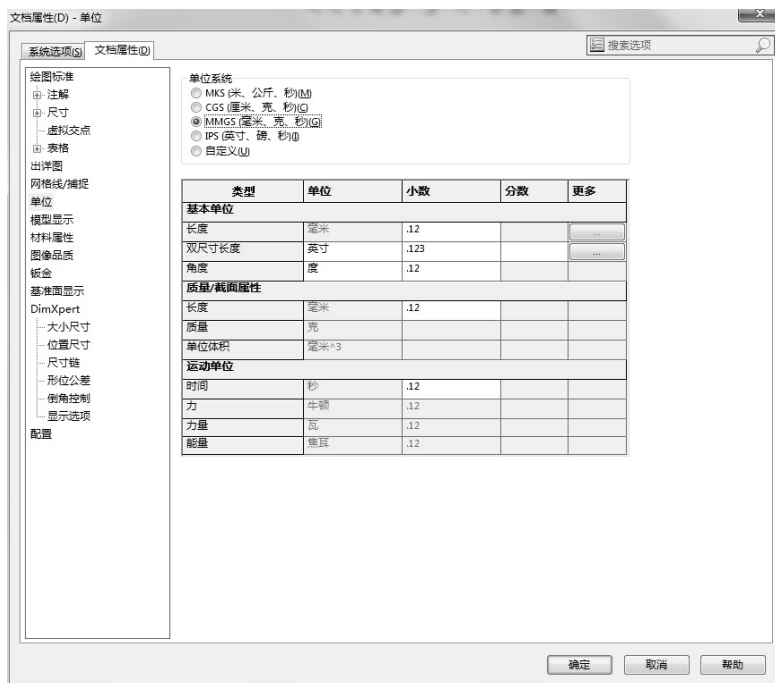

图 1-45 定义新文档单位模板属性
- [4] 在文档属性标签上，选择各选项以自定义新文档模板，定义新文档单位模板属性如图 1-45 所示，然后单击【确定】按钮完成。